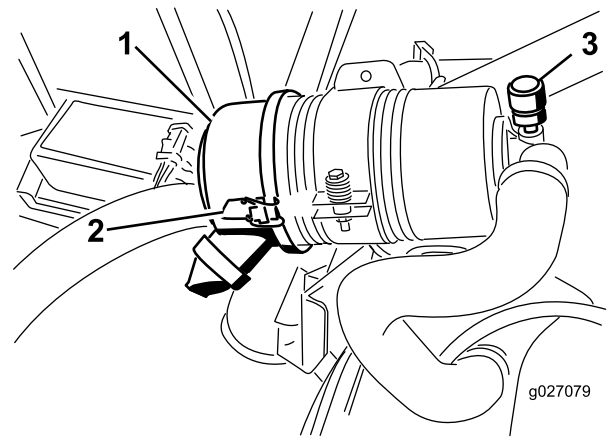

Figura 52
Faça a manutenção ao filtro de ar apenas quando o indicador de manutenção o exigir (Figura 52). Mudar o filtro de ar antes de ser necessário apenas aumenta a possibilidade de entrar sujeira no motor quando retira o filtro.
2. Liberte os trincos que fixam a cobertura do filtro de ar ao respetivo corpo (Figura 52).